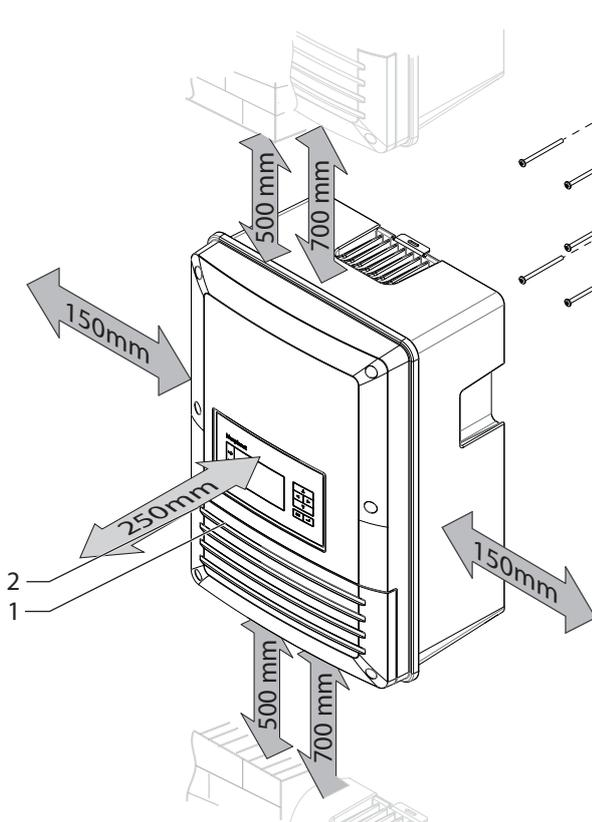

Bild 10: Mindestabstände/Wandhalterung
- Mindestabstände bei der Montage: siehe Bild 10 auf Seite 16.